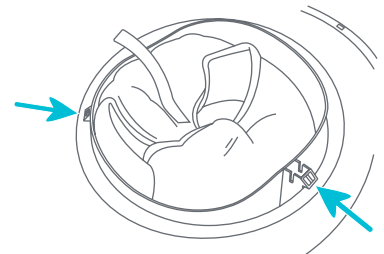

Fig. 2a
- 2 • Empuje las pestañas hacia adentro para separar el asiento de la placa superior antes de ensamblar (Fig. 2a).